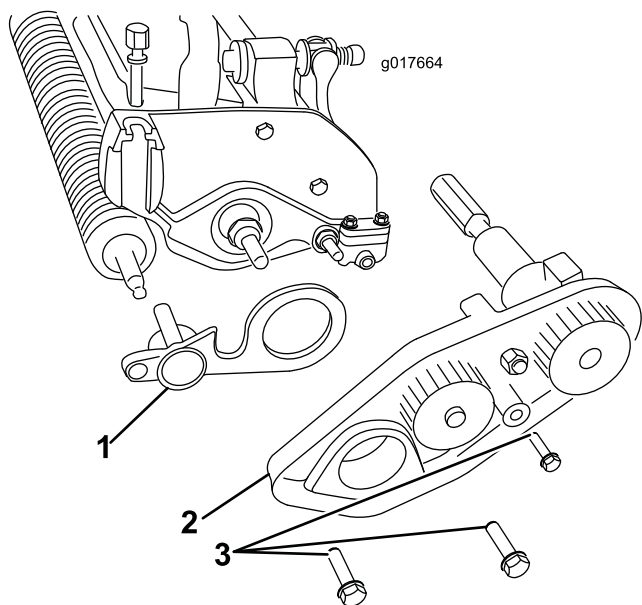

Рисунок 5
10. Отверните три болта, которые крепят узел ременного привода к режущему блоку, и снимите весь узел (Рисунок 5).
21. Вставьте другой конец вала механической щетки в левую опорную плиту (Рисунок 5).
22. Установите узел ременного привода барабана, используя ранее снятые болты, и убедитесь в том, что боковая плита поворачивается свободно (Рисунок 5).